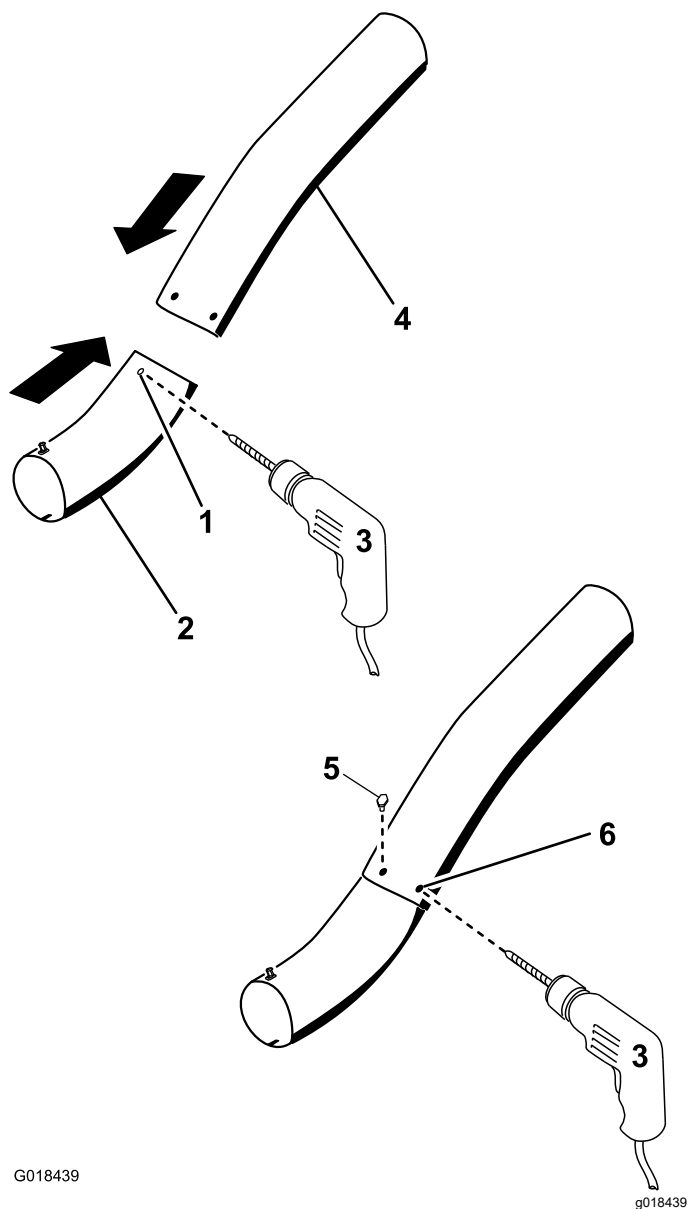

Figura 31
13. Koristeći postojeće rupe na gornjoj cevi kao šablon, izbušite 2 rupe prečnika 6,5 mm, kroz udubljenja na donjoj cevi (Figura 31).
16. Postavite podloške ($\frac{1}{4}$ ") na zavrtnje (Figura 31).
17. Pomoću nasadnog ključa postavite vijke ($\frac{1}{4} \times \frac{3}{4}$ ") i podloške ($\frac{1}{4}$ ") sa unutrašnje strane donje cevi pa kroz postojeće rupe u gornjoj cevi (Figura 31).
18. Pričvrstite cevi jednu za drugu pomoću navrtki ($\frac{1}{4}$ ") kako je prikazano na Figura 31.